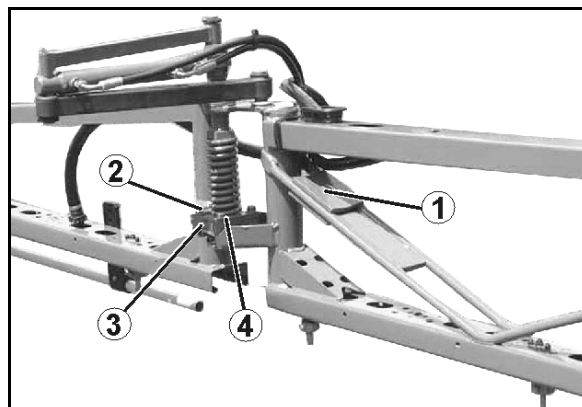

Bild 146
1. Skruva loss magnethättan (Bild 146/1).
2. Ta av magnetspolen (Bild 146/2).
3. Dra ut ventilspindeln (Bild 146/3) med ventsäten och rengör med tryckluft eller hydraulikolja.